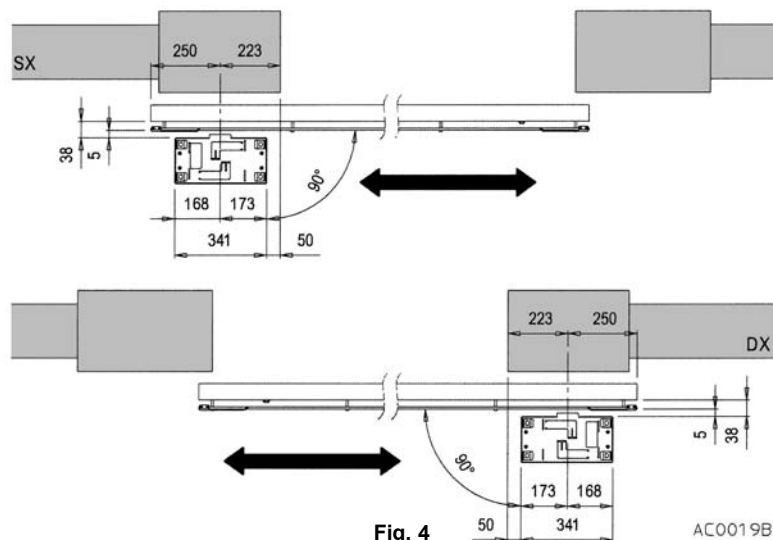
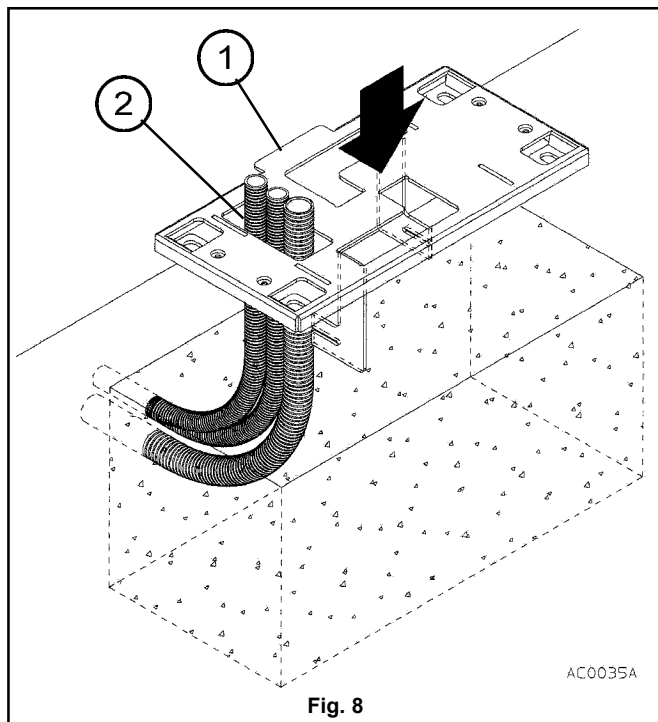

Fig. 4
Fig. 8
- Rispettare le quote riportate in fig. 4 per il posizionamento della piastra di ancoraggio del motoriduttore.
- Praticare uno scavo di fondazione di grandezza adeguata a contenere la base in calcestruzzo per la piastra di ancoraggio del motoriduttore, facendo riferimento alle quote riportate in fig. 4 e 5.
- Appena colato il calcestruzzo, posizionare la piastra di ancoraggio orientata in modo tale che la linguetta (1 fig. 8) sia rivolta verso il cancello, immergere quindi nel calcestruzzo le L di ancoraggio infilando i tubi dei cavi elettrici attraverso l'apposito foro (2 fig. 8).
- a1) Posizionare la piastra di ancoraggio sulla base di calcestruzzo rispettando le quote riportate nelle figure 4 e 5 e con la linguetta (1 fig. 8) orientata verso il cancello.
- a1) la piastra di ancoraggio deve essere ad una quota di almeno 99 mm sotto il filo dei denti e a 5 mm dal filo esterno della cremagliera come indicato in fig. 4 e 5, per consentire il corretto inserimento del pignone sotto la cremagliera.